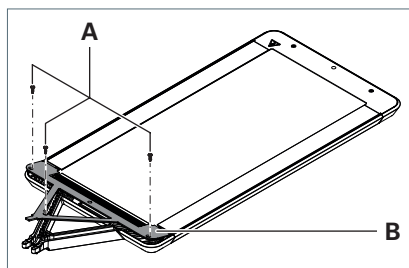

Fig. 1: Retirer le recouvrement.
- Dévissez les vis **A** du recouvrement **B**, voir Fig. 1.